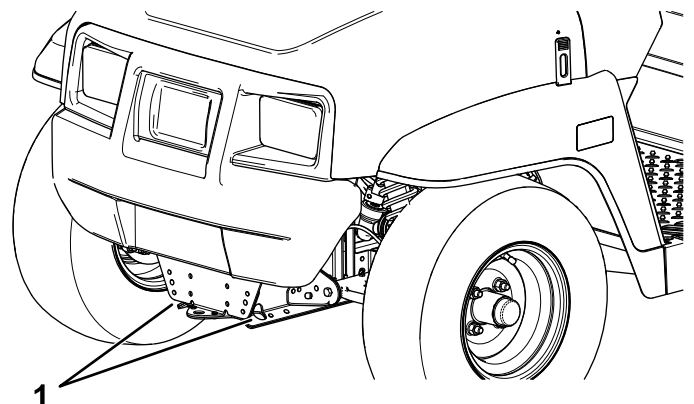
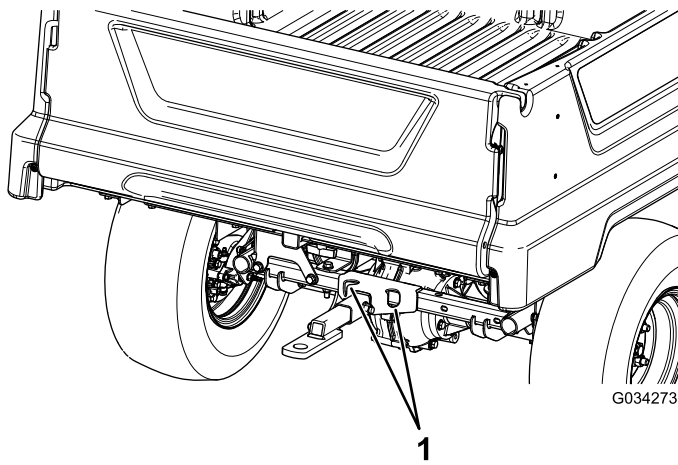

Bild 19
Bild 20
In Bild 19 und Bild 20 finden Sie die Vergurtungsstellen der Maschine.
2. Befestigen Sie ein Abschleppseil an der Zunge vorne am Maschinenrahmen (Bild 19).